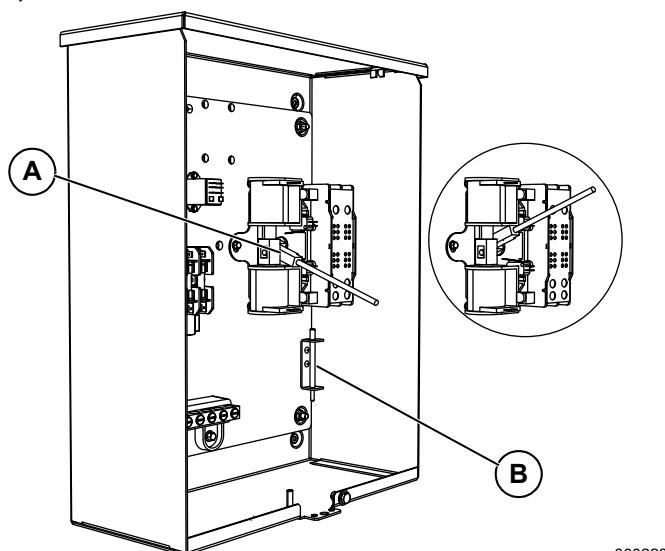

Figura 3-4. Operación manual del interruptor de transferencia
4. Use la manija de transferencia manual (A en la Figura 3-4.) dentro del interruptor de transferencia para mover de vuelta los contactos principales a la posición STANDBY (Respaldo) (cargas conectadas a la fuente de alimentación de respaldo).
5. Use la manija de transferencia manual (A en la Figura 3-4.) dentro del interruptor de transferencia para mover de vuelta los contactos principales a la posición STANDBY (Respaldo) (cargas conectadas a la fuente de alimentación de respaldo).